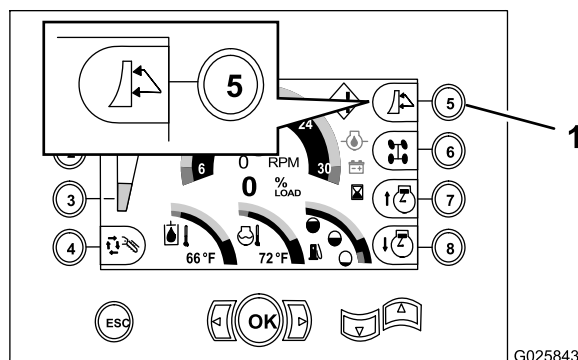

Figura 49
- Acione a função da lâmina de reaterro pressionando o botão 5 na central de comando até aparecer o ícone da lâmina de reaterro (Figura 49).